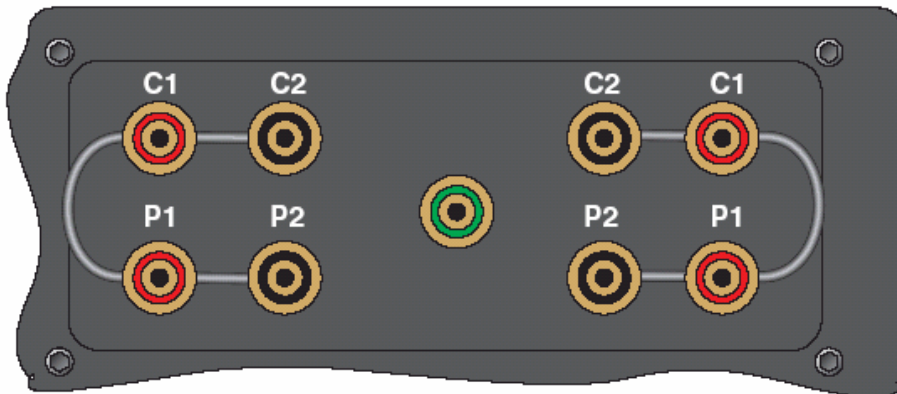

图 50 使用短接导线
1. 将 0Ω 电阻连接到输入，并测量其电阻值。如果使用短接导线的话，则应该短接 C2 和 C1 端子，然后到 P1 和 P2 端子（参见图 50）。记下测量时的平均误差。通过减去测量误差，来调整 C0 参数。例如，若输入为准确的 0.0000，而读数为 -0.0011，则应该将 C0 参数增加 0.0011。
1. 将 0Ω电阻连接到输入，并测量其电阻。如果使用短接导线的话，则应该短接 C2 和 C1 端子，然后到 P1 和 P2 端子（参见第 138 页的图 50）。记下测量时的平均误差。减去测量误差，来调整 C0K 参数。例如，若输入为准确的 0.0Ω，而读数为 -0.11，则应该将 C0K 参数增加 0.11。